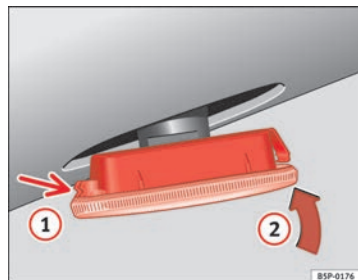

Abb. 223 Seitlicher Blinker
⇒ Abb. 223, Pfeil ①.
- Die Lampe in Richtung Pfeil ② ⇒ Abb. 223 einsetzen. ■